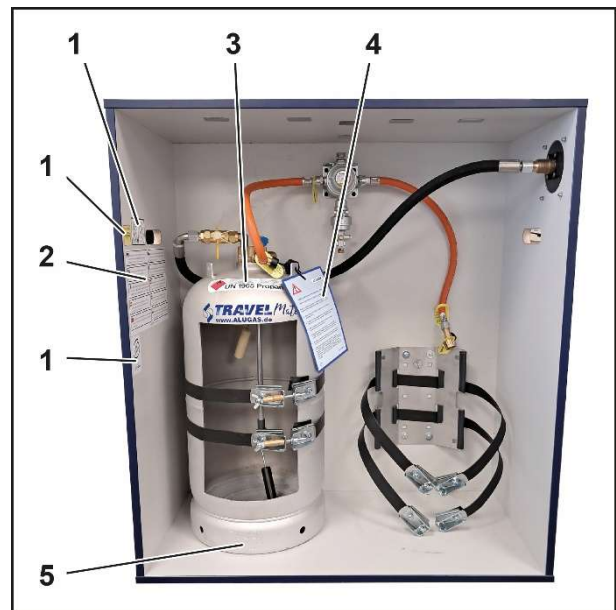

Fig. 5
1. Pegatina de advertencia en la caja de gas (Fig. 5/1)
2. Pegatina en varios idiomas (Fig. 5/2)
3. Pegatina «Precaución: inflamable» (Fig. 5/3) en el hombro del recipiente a presión
4. Advertencia del acoplamiento (Fig. 5/4)
5. Marcado en el aro base (Fig. 5/5).